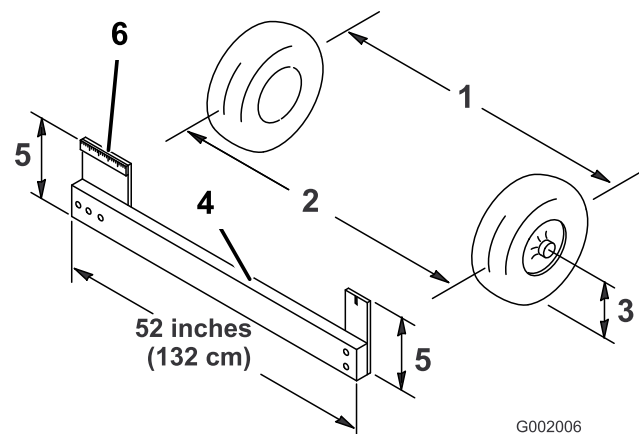

Figura 56
4. Misurate la distanza tra i pneumatici anteriori all'altezza dell'assale, davanti e dietro le ruote anteriori (Figura 56). Per rilevare la misura posteriore dei pneumatici anteriori all'altezza dell'assale occorre un attrezzo o un calibro di allineamento; usate lo stesso attrezzo, o calibro di allineamento, per rilevare con precisione la misura anteriore dei pneumatici anteriori all'altezza dell'assale (Figura 56).